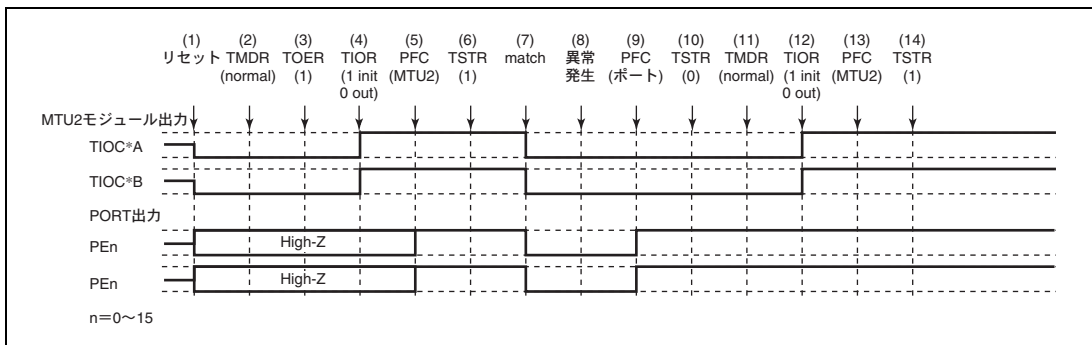

図 12.115 ノーマルモードで異常が発生し、ノーマルモードで復帰する場合
ノーマルモードで異常が発生し、再設定後ノーマルモードで再スタートする場合の説明図を図 12.115 に示します。
(1) ~ (10) は図 12.115 と共通です。
(11) PWM モード 1 を設定します。
(12) TIOR で端子を初期化してください (PWM モード 1 では TIOC*B 側は初期化されません。初期化したい場合はノーマルモードで初期化した後、PWM モード 1 に遷移してください)。
(13) 汎用入出力ポートで本モジュール出力としてください。
(14) TSTR で再スタートします。
(11) PWM モード 2 を設定します。
(12) TIOR で端子を初期化してください (PWM モード 2 では周期レジスタの端子は初期化されません。初期化したい場合にはノーマルモードで初期化した後 PWM モード 2 に遷移してください)。
- (1) ~ (10) は図 12.115 と共通です。
- (11) 位相計数モードを設定します。
- (12) TIOR で端子を初期化してください。
- (13) 汎用入出力ポートで本モジュール出力としてください。
- (14) TSTR で再起動します。
(11) TIOR でノーマルモードの波形生成部を初期化してください。
(12) TIOR でノーマルモードの波形生成部の動作を禁止してください。
(13) TOER でチャンネル 3、4 の出力を禁止してください。
(14) TOCR で相補 PWM の出力レベルと周期出力の許可禁止を選択してください。
(15) 相補 PWM を設定します。
(16) TOER でチャンネル 3、4 の出力を許可してください。
(17) 汎用入出力ポートで本モジュール出力としてください。
(18) TSTR で再スタートします。
- (1) ~ (13) は図 12.115 と共通です。
- (14) TOCR でリセット同期 PWM の出力レベルと周期出力の許可禁止を選択してください。
- (15) リセット同期 PWM を設定します。
- (16) TOER でチャンネル 3、4 の出力を許可してください。
- (17) 汎用入力ポートで本モジュール出力としてください。
- (18) TSTR で再スタートします。